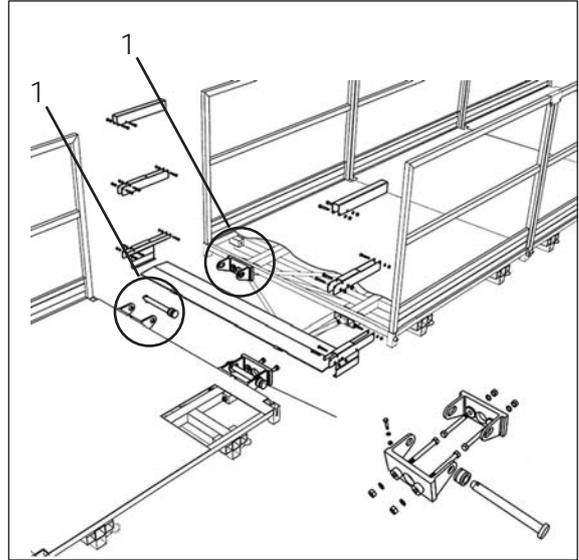

Рисунок 4.28 Монтаж половин шарнира к средней платформе.
7. После получения требуемой длины установить напротив половины шарнира до средней платформы, а также до платформы второй машины. Потом подъехать второй машиной к машине, в которой установлена средняя платформа, вплоть до соприкосновения половин шарнира. Обеспечить её шкворнями. См. рисунок 4.28. Обратите внимание, чтобы элементы уравнивания находились на своём месте.